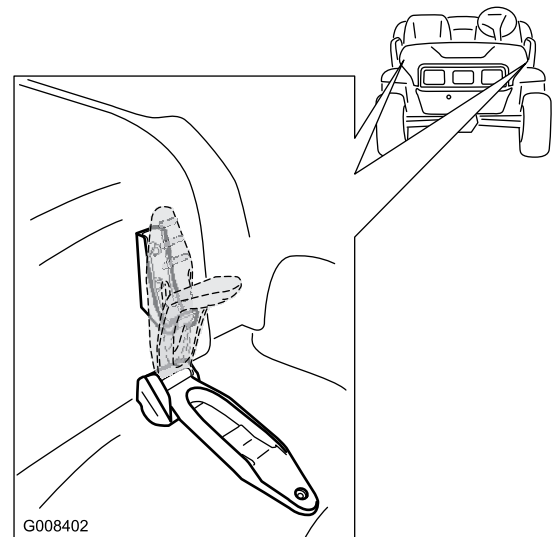

Bild 21
1. Lösen Sie die Gummiriemen an beiden Seiten der Motorhaube (Bild 21).